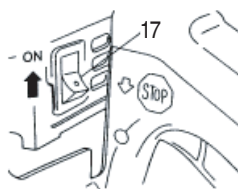

Fig. 13
2. Ajuste la llave de ignición (17) a la posición ON (encendido). (Fig. 13)